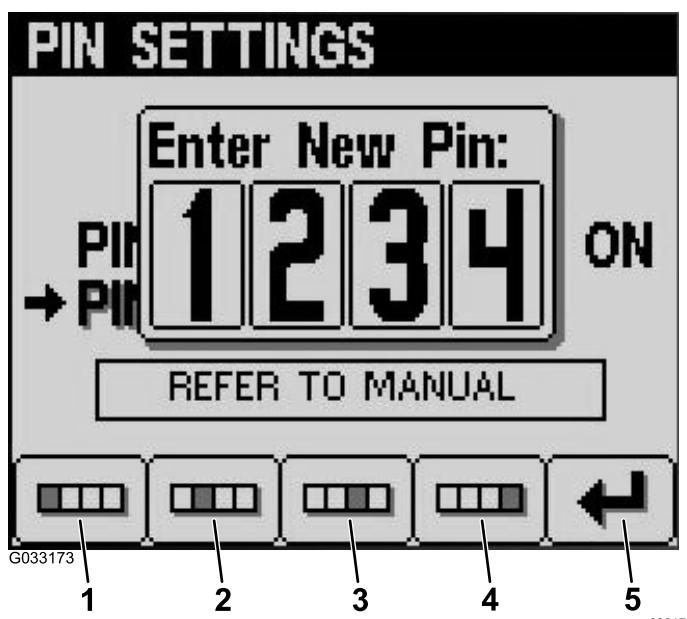

Figura 16
- Inserite il nuovo codice PIN utilizzando i pulsanti da 1 a 4 e premete il pulsante 5 quando avete completato il nuovo codice PIN (Figura 16).